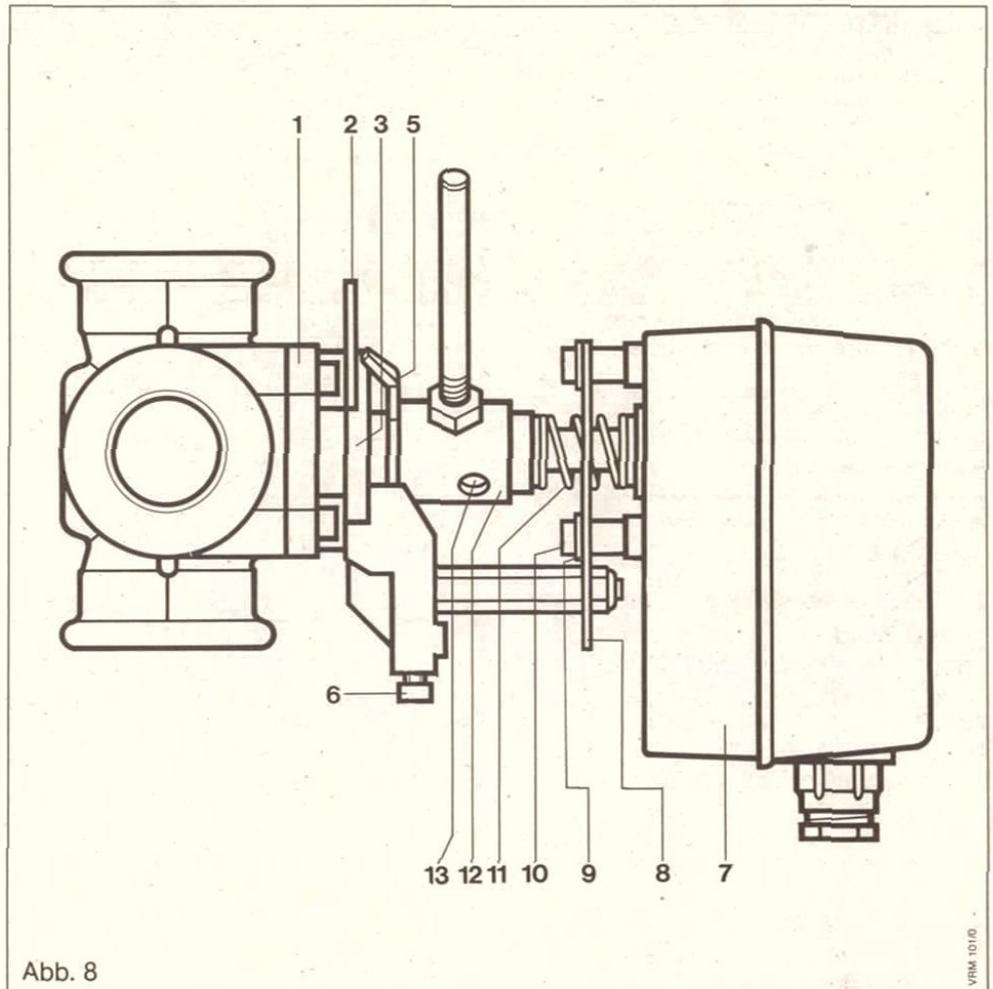

Abb. 8
Den Mischermotor (7) mit Stellhebel nach oben (siehe Abb. 8) auf die Konsole (3) am Mischer stecken, dazu die Handverstellung (12) zum Mischer (7) drücken. (Damit die Kupplung der Handverstellung (12) auf dem Vierkant der Mischerwelle einrasten kann).